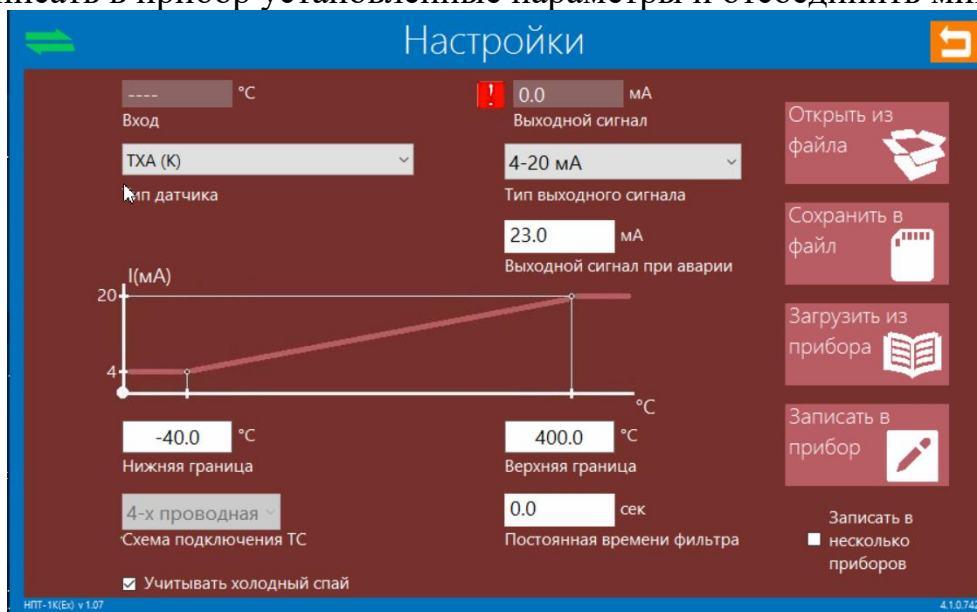

Рисунок 3 – Калибровка датчика температуры с помощью «Конфигуратор НПТ»
5. В окне «Настройки» установить все параметры датчика: тип датчика, пределы измерения температурного датчика и тип выходного сигнала (рисунок 3).